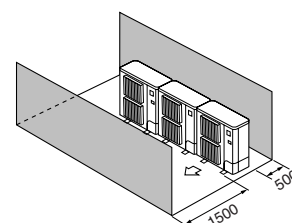

Fig. 2-11
- ④ Enbart hinder på framsidan och baksidan (Fig. 2-11)